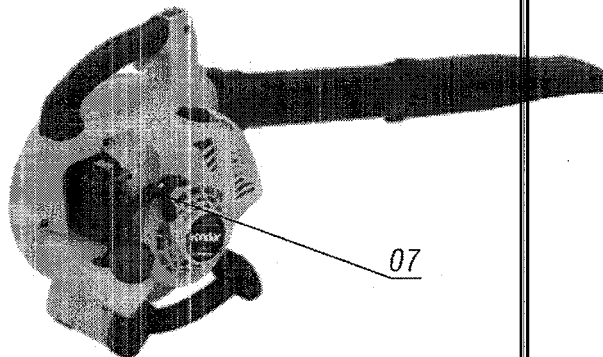

Fig. 6 – Manija de arranque
Para encender el motor, púje la manija del sistema de arranque (7) (Fig. 6), levemente hasta sentir la resistencia del motor, entonces enseguida pújelo fuertemente.